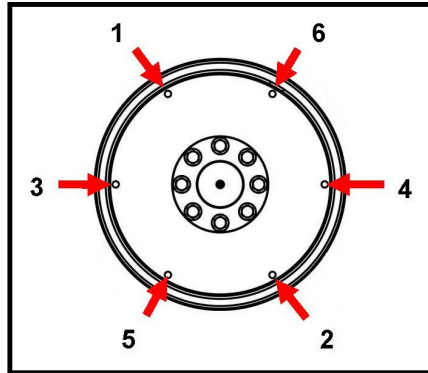

图 22. 固定顺序
10. 按照所示顺序拧紧螺栓以将耦合盘固定到飞轮上 图 22 在第 xx 页 35。